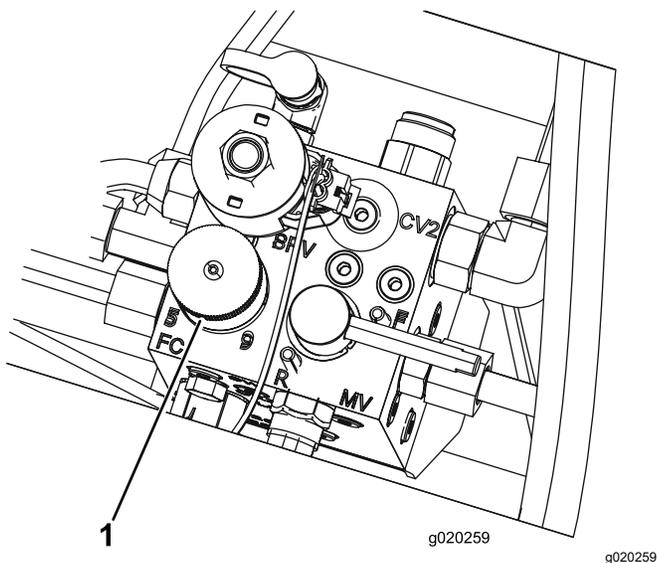

Рисунок 43
5. Поверните ручку (Рисунок 43) коллектора газонокосилки так, чтобы стрелка указателя совместилась с номером скорости барабана, который вы определили при выполнении пункта 3.